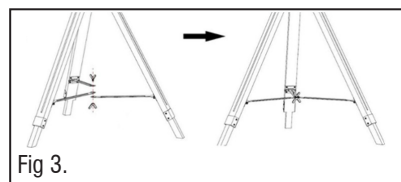

Fig 3.
- 3.2.1.5. Abra as pernas para conectar os três tubos de metal usando a porca borboleta. Mostrado na Fig. 3.